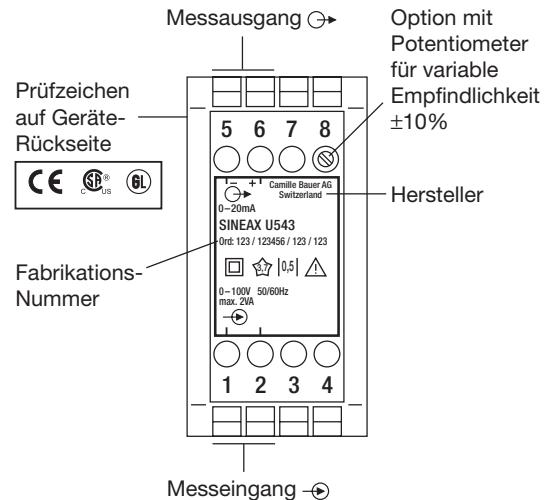

Bild 3. Erklärungen zum Typenschildbeispiel.
- ... dass die Daten, die zur Lösung der Messaufgabe erforderlich sind, mit denen auf dem Typenschild des SINEAX U 543 übereinstimmen (→ Messeingang, → Messausgang, siehe Bild 3)!